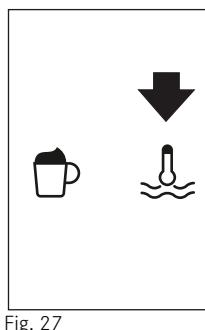

Fig. 27
- Pulse el icono ▲ (B13) (Fig. 27).